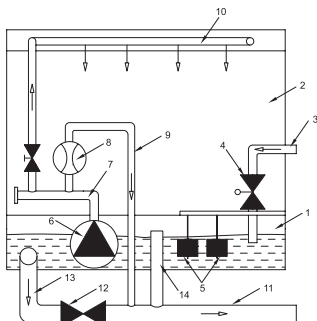

Рисунок 28
В установках RW-S могут применяться модели оборотного снабжения (рис.28), наиболее полно реализующих функционал увлажнителя. Поддон (1) наполняется водой из магистрального трубопровода. Уровень воды в поддоне поддерживается при помощи герконового датчика уровня (5) и нормально закрытого соленоидного клапана (4). В случае, когда требуется увлажнение, включается насос (6) и вода через распределительную гребенку (7) подается на блоки водораспределительных головок (10). Через водораспределительные головки вода равномерно распределяется на кассеты (2). Стекая по поверхности кассет, часть воды абсорбируется материалом кассеты, а часть возвращается в поддон. При прохождении воздуха через увлажненный материал кассеты, происходит испарение воды с поверхности материала. Таким образом влагосодержание воздуха повышается. Процесс сопровождается некоторым понижением температуры проходящего через кассеты воздуха, что позволяет использовать увлажнитель в качестве секции охлаждения в летний период. В процессе испарения содержание соли в оборотной воде повышается и может достичь уровня при котором соль будет откладываться на материале кассеты и элементах конструкции. Для нормализации концентрации солей в оборотной воде - предусмотрена система сброса части воды в дренаж и восполнения ее до необходимого уровня за счет подачи чистой. Величина отводного потока настроена по умолчанию. Для самостоятельной регулировки служит регулирующий кран (7) и расходомер на линии отводного потока водораспределительной гребенки. Для исключения возможности перелива воды в поддоне выполнена линия перелива (14) в дренаж. Для полного осушения поддона имеется линия слива (13) с шаровым краном (12).